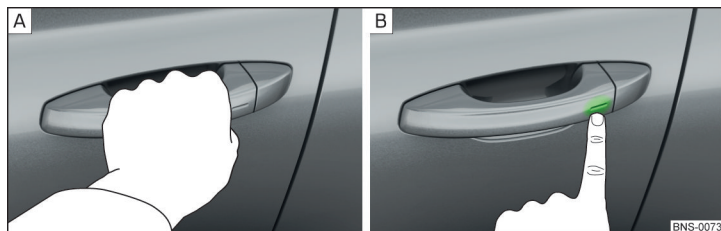

Fig. 53 Desbloquear vehículo / bloquear vehículo
- Agarrar la manivela para **desbloquear** el vehículo » fig. 53 - [A].
- Tocar el sensor en la manivela con el dedo para **bloquear** el vehículo » fig. 53 - [B].
- Tocar con el dedo dentro de 5 seg. el sensor en el tirador de la puerta » fig. 53 de la pág. 66 - [B]. La desactivación es confirmada por un sólo parpadeo de las luces intermitentes.